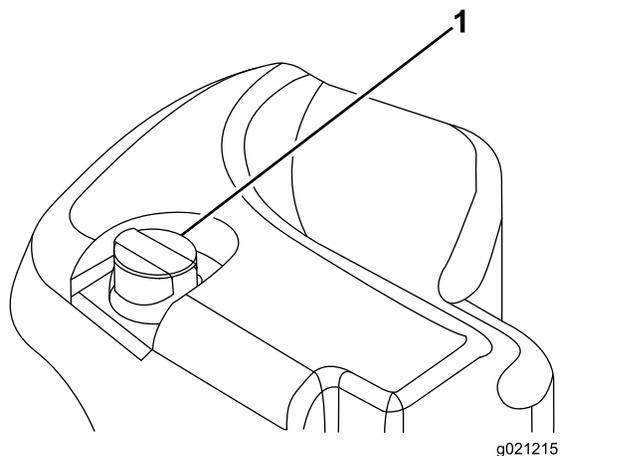

Figura 98
2. Pulite attorno al collo del bocchettone e del tappo del serbatoio idraulico (Figura 98). Togliete il tappo dal collo del bocchettone.